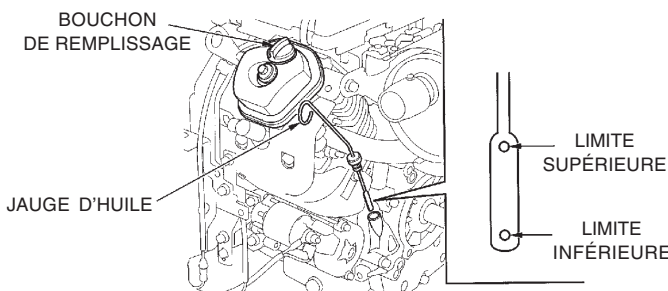

Figure 7. Jauge d'huile de moteur
2. Retirer la jauge d'huile de son support comme indiqué sur la figure 7 et l'essuyer pour la nettoyer.
4. Si le niveau d'huile est bas (figure 7), remplir au niveau opérationnel correct en utilisant le type d'huile recommandé, indiqué sur le tableau 3. Consulter le tableau 2 pour la capacité d'huile du moteur.